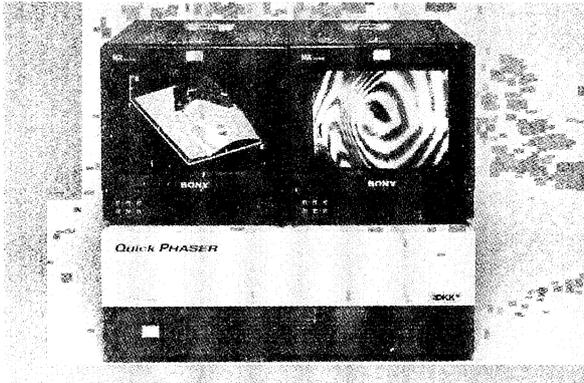

図4 QuickPHASER 外観写真
4. 実時間動的縞画像解析装置 QuickPHASER (図 4)